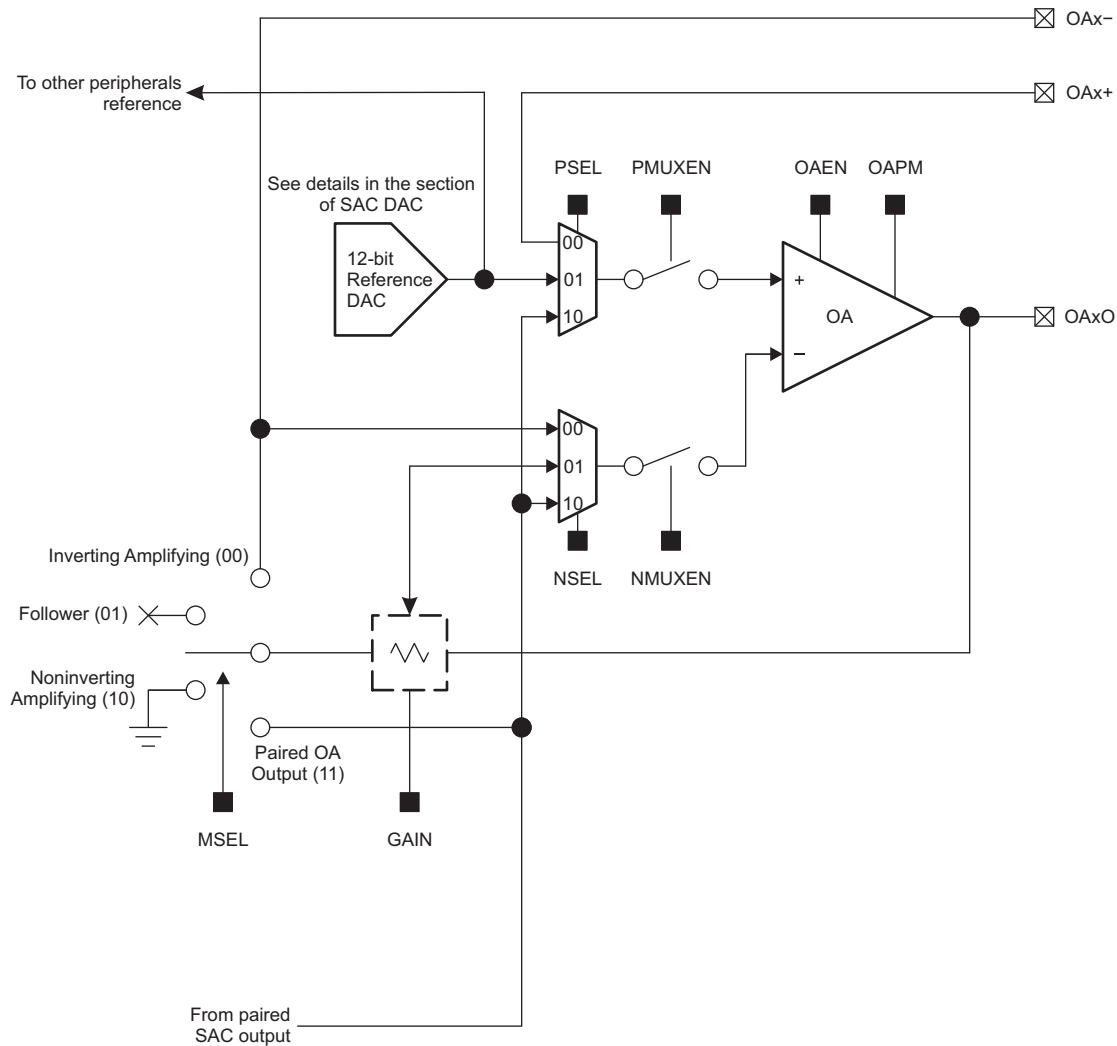

图 1. 智能模拟组合框图
图 1 显示了 SAC-L3 模块的框图。该集成式放大器支持轨至轨输入和轨至轨输出。两个内部多路复用器支持运算放大器 (OA) 的多个输入选择。运算放大器功率模式 (OAPM) 控制位用于选择 OA 功率模式。在高功率模式下，OA 提供更高的增益带宽和压摆率。如果在应用中降低功耗更为重要，请通过将 OAPM 位设置为 1 来选择 OA 低功率模式。反馈电阻梯将 OA 输出与负输入相连作为反馈路线。借助反馈路线，OA 支持反相 PGA 模式和同相 PGA 模式。SAC-L3 模块中还集成了 12 位 DAC。该 DAC 可用于为 OA 产生偏置电压，或者可与 OA 一起用于驱动焊盘上的波形输出。